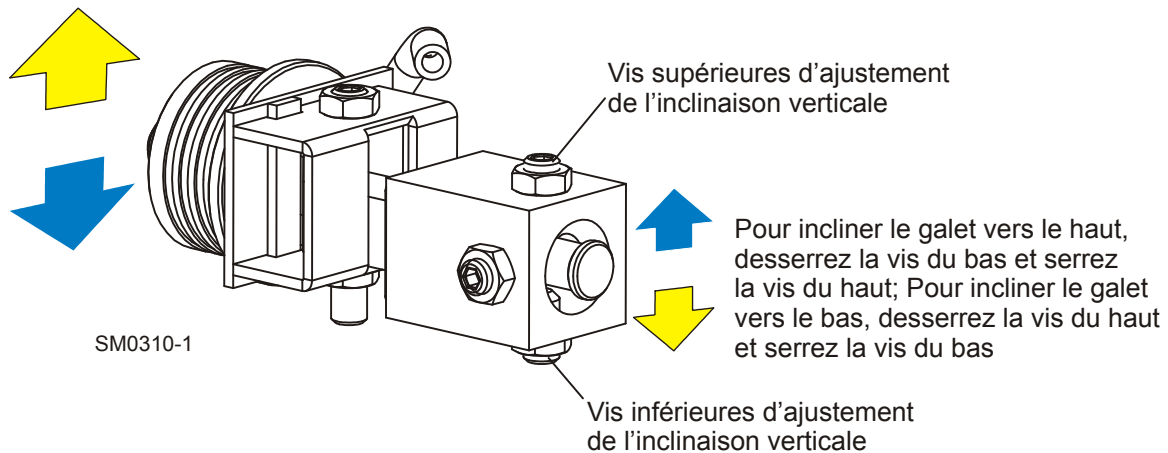

FIG. 8-21
**Voir Figure 8-21.** Desserrez les contre-écrous sur les vis supérieures et inférieures d'ajustement de l'inclinaison verticale. Pour incliner le galet vers le haut, desserrez la vis du bas et serrez la vis du haut. Pour incliner le galet vers le bas, desserrez la vis du haut et serrez la vis du bas. Serrez les contre-écrous et vérifiez de nouveau l'inclinaison de la lame.